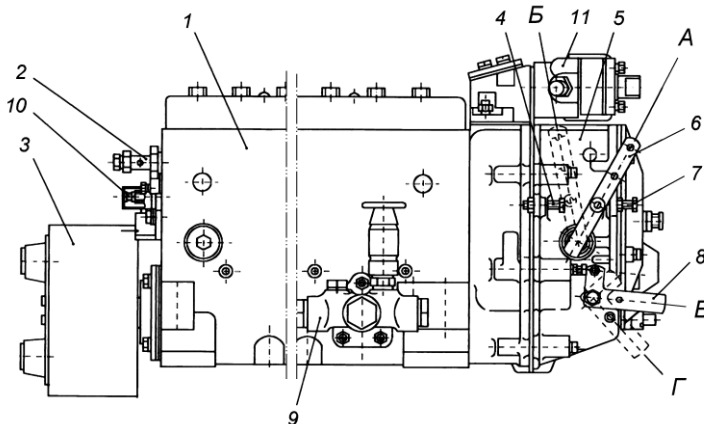
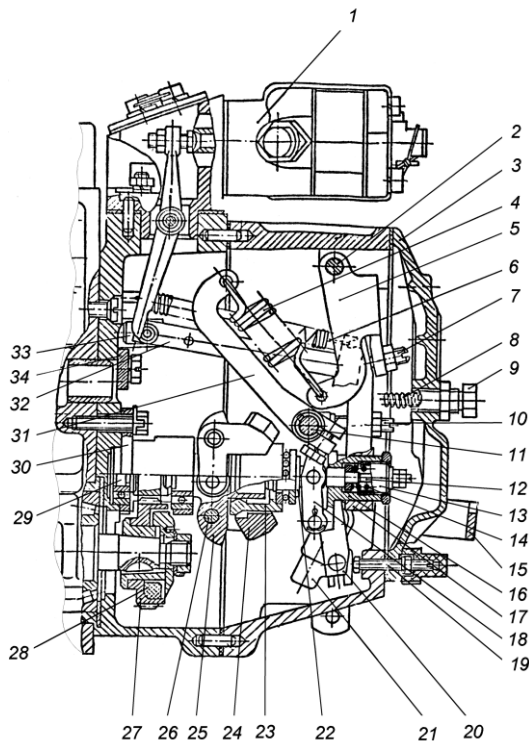

Рис. 19. Топливный насос высокого давления:
Рис. 21. Регулятор частоты вращения:
Топливный насос в сборе показан на рис. 19. С топливным насосом высокого давления в одном агрегате объединены регулятор частоты вращения 5, топливоподкачивающий насос 9 и демпферная муфта.
Регулятор частоты вращения 5 (рис. 19) механический всережимный прямого действия с повышающей передачей на привод грузов, предназначен для поддержания заданного водителем скоростного режима работы двигателя путем автоматического изменения количества подаваемого топлива в зависимости от изменения нагрузки на двигатель. Кроме того, регулятор ограничивает максимальную частоту вращения двигателя и обеспечивает работу двигателя в режиме холостого хода. Регулятор имеет устройство для выключения подачи топлива в любой момент независимо от режима работы двигателя. Автоматически поддерживая скоростной режим при изменяющихся нагрузках, регулятор обеспечивает экономичную работу двигателя. Устройство регулятора частоты вращения показано на рис. 21.
На валик напрессована державка грузов 25 (рис. 21), на осях 26 которой находятся грузы 24. Грузы своими роликами упираются в торец муфты 23, которая через упорный подшипник
Муфта 23 с упорной пятой 22 в сборе одним концом опирается на направляющую поверхность державки, а за второй конец подвешена на рычаге 18 отрицательного корректора, закрепленном на втулке 16 отрицательного корректора. Пята муфты грузов связана через узел отрицательного корректора с рычагом рейки 20 и через тягу рейки 32 топливного насоса. К верхней части рычага рейки присоединена пружина 6 рычага рейки, удерживающая рейку насоса в положении, соответствующем максимальной подаче, что обеспечивает увеличенную подачу топлива при пуске двигателя. В нижнюю часть рычага рейки запрессован палец, который входит в отверстие ползуна кулисы 21. Вал 11 рычага регулятора жестко связан с рычагом управления 6 (рис. 19) и рычагом пружины 31 (рис. 21). Перемещение рычага управления регулятором ограничивается двумя болтами 4 и 7 (рис. 19). За рычаг пружины 31 (коротким зацепом) (рис. 21) и двуплечий рычаг 5 (длинным зацепом) зацеплена пружина регулятора 4, усилие которой передается с двуплечего рычага на рычаг регулятора через винт - 7 двуплечего рычага. В рычаг регулятора ввернут регулировочный болт 10, который упирается в вал рычага пружины и служит для регулировки номинальной подачи топлива. В нижней части рычага регулятора расположено корректирующее устройство (12,13,14,16,18) с отрицательным корректором, предназначенного для формирования внешней скоростной характеристики ТНВД и крутящего момента двигателя. Рычаг регулятора снабжен боковой накладкой, удерживающей втулку 16 обратного корректора и упорную пята 22 от проворота. Кроме того, хвостовик болта крепления боковой накладки, входя в боковой продольный паз втулки предохраняет ее от выпадания из расточки рычага. Упор 34, закрепленный на корпусе регулятора, не позволяет рычагу пружины 31 опасно приближаться к вращающимся грузам. Для полного выключения подачи топлива служит механизм останова, состоящий из кулисы 21, скобы 15 и возвратной пружины. Во время работы кулиса прижата усилием возвратной пружины к регулировочному винту 19.
- 1 Минимальная частота вращения холостого хода регулируется болтом 7 (рис. 19) и корпусом буферной пружины 9 (рис. 21);
- 2 Максимальная частота вращения холостого хода (начало выброса рейки) регулируется болтом 4 (рис. 19).
- 3 Номинальная мощность (подача) регулируется болтом 10, подрегулируется винтом 19 (рис. 21).
- 4 Предварительное натяжение пружины (разность оборотов конца и начала выброса рейки) регулируется винтом 7 (рис. 21).
- 5 Подача топлива при 500 мин^{-1} регулируется гайкой обратного корректора 12 (рис. 21):
- 6 Предварительное натяжение пружины обратного корректора (обороты начала срабатывания корректора) регулируется корпусом корректора 13 (рис. 21).
Топливоподкачивающий насос 9 (рис. 19) – поршневого типа предназначен для подачи топлива из топливного бака через фильтры грубой и тонкой очистки к топливному насосу высокого давления. Производительность топливоподкачивающего насоса в 3...4 раза превышает производительность топливного насоса высокого давления, что гарантирует стабильность процесса топливоподачи от цикла к циклу.